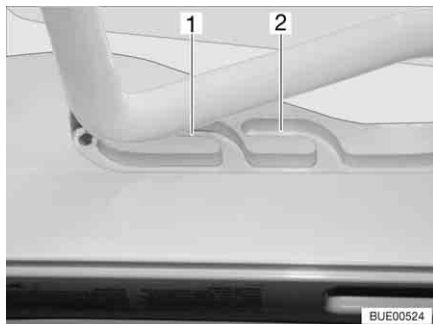
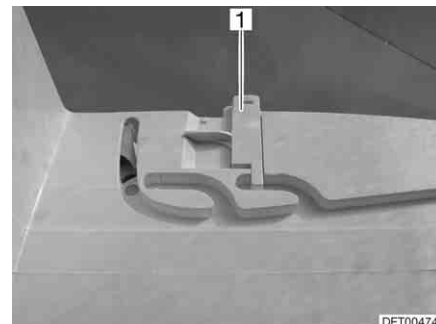

Fig. 59 Oblò Heki in posizione di ricircolo d'aria
Fig. 60 Bloccaggio della posizione di ricircolo d'aria
È possibile portare l'oblò Heki in due posizioni di ricircolo d'aria: Posizione brutto tempo (Fig. 59,1) e posizione centrale (Fig. 59,2). A seconda del modello è possibile bloccare l'oblò nella posizione centrale con il chiavistello (Fig. 60,1).
- Premere la staffa leggermente verso l'alto, spingerla nella guida selezionata (Fig. 59,1 o 2) ed eventualmente bloccarla.